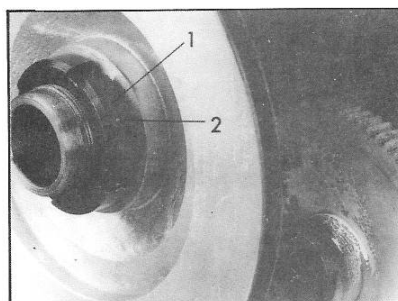

Fig 24
Lösen Sie den Gewindestift (1, Fig 24). Ziehen Sie die Nutmutter (2) mit einem Hakenschlüssel vorsichtig nach. Die Spindel muss sich frei drehen können, eine zu große Vorspannung kann die Lager schädigen.